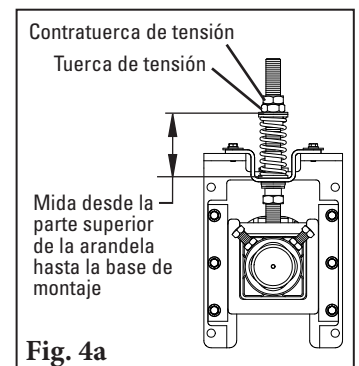

Fig. 4a
- 4a. **Tensor de resorte:** Afloje las contratuerzas de tensión inferiores en ambos lados. Gire las tuercas de tensión hasta que haya alcanzado la compresión correcta del resorte (Fig. 4a). La compresión del resorte es determinada por la longitud del resorte. Consulte la tabla a continuación para conocer la longitud correcta del resorte para su ancho de banda.
5. **Reensamble el tensor SAT2.** Retire los tres tornillos de la placa de soporte de bolsa de aire (Fig. 4a). Gire el accesorio roscado hacia la placa de soporte. Gire también parte del accesorio roscado en el orificio en el montaje del eje (Fig. 4b). Asegúrese de que todavía se vea 1/4" (6 mm) del accesorio roscado, luego gire la bolsa de aire en el accesorio roscado y apriete (Fig. 5).